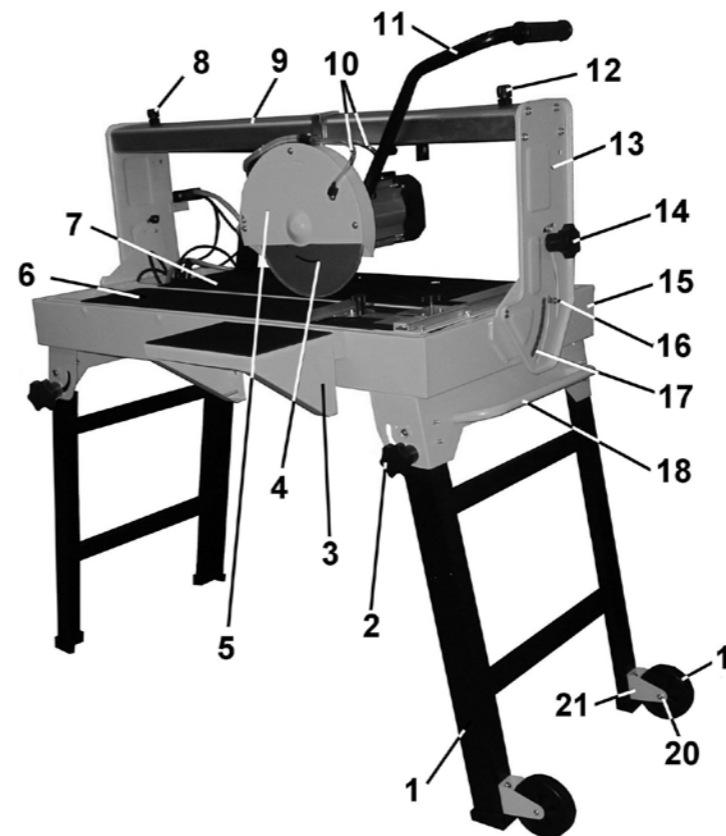
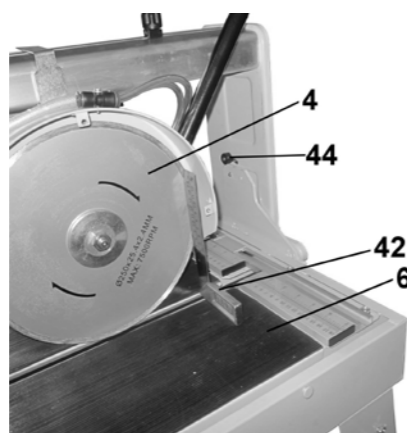

Рис. 2
Рис. 12
## 13. ТЕХНИЧЕСКОЕ ОБСЛУЖИВАНИЕ (Рис. 2,3)
## 7. УСТРОЙСТВО Рис. 2,3
## 8. ТРАНСПОРТНОЕ ПОЛОЖЕНИЕ (Рис. 2)
## 9.2. Сборка плиткореза (Рис.2)
9.2.5. С внутренней стороны защитного кожуха (5) выкрутите два болта, установите и закрепите болтами ручку плиткореза (11), Рис.2,8.
### 10.1. Регулировка угла резания (Рис. 2, 3, 9, 11)
10.2.1. Ослабьте положение двух винтов фиксации (14). Установите отрезной диск (4) в вертикальное положение на отметку 0° по шкале (17) и указателю (16), Рис. 2. Снимите крышку (43) защитного кожуха (5), п.12.2. Как показано на Рис.12, проверьте угол 90° положения отрезного диска (4) относительно рабочего стола (6); при необходимости произведите корректировку положения указателя (16). Для удобства в работе при изменении угла наклона отрезного диска (4) отрегулируйте положение двух ограничителей (44) в положении отрезного диска (4) под углом 90° относительно рабочего стола (6).
### 10.3. Регулировка ограничения хода отрезного диска (Рис. 2, 8)
### 11.1. Принцип работы (Рис. 2,3)
### 11.2. Подготовка к работе (Рис. 2, 3, 8)
### 11.3. Выполнение работы (Рис. 2, 3, 8)